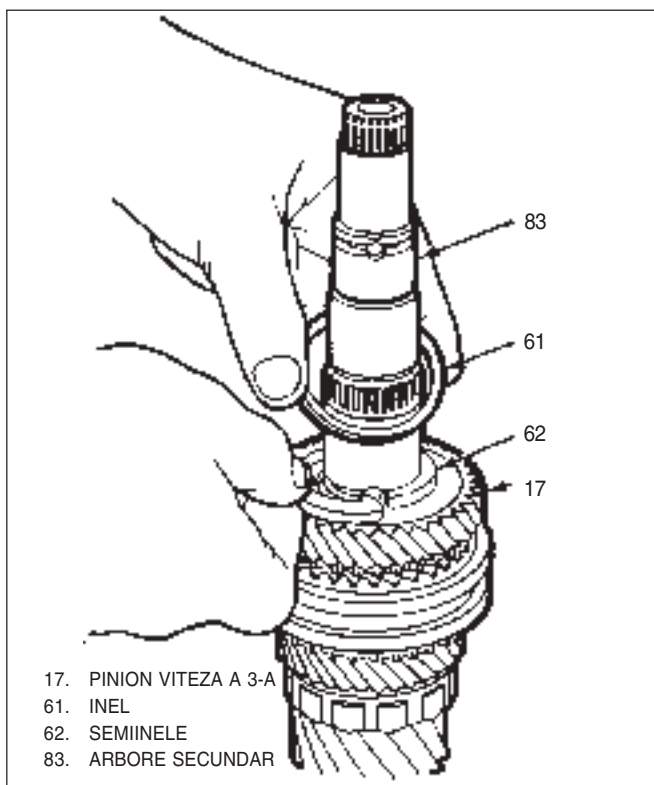
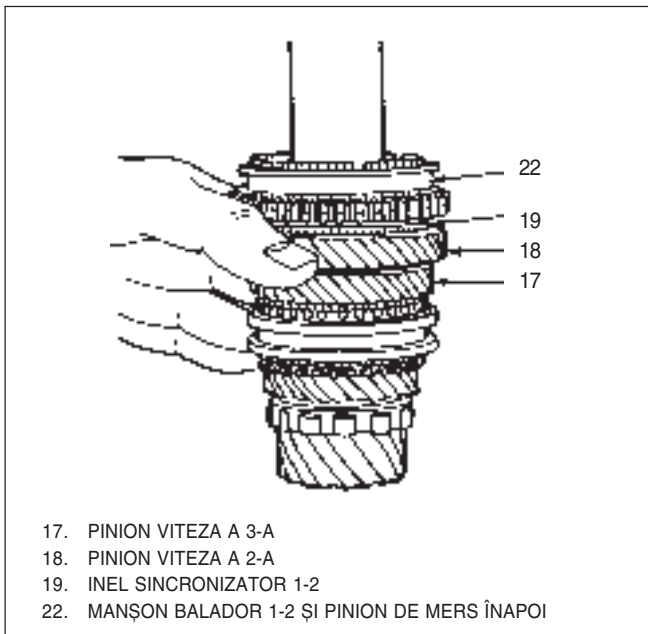

Fig. 38 Montare inel și semiinele
Fig. 42 Montare ansamblu sincronizator 1-2
10) Semiinele distanțiere(62) și inel reținere(61), Fig 38.
11) Colivie cu ace pinion viteza a 2-a(90) pe arbore.
12) Inel sincronizator 1-2(19) și pinion viteza a 2-a(18), Fig 42.